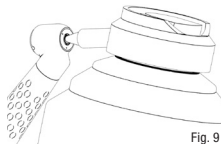

Fig. 9
4. Inserte el adaptador de aerosol en el mandril y aplique el aerosol de 1 a 2 segundos (Fig. 9).